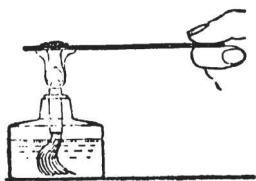

Рис. 7. Нагревание сахара на жестяной пластинке
3. Нагрейте кусочек ленты магния, держа щипцами или зажав в расщепленную лучинку, несколько крупинок сахара, муки, насыпав их на жестяную пластинку (рис. 7). Во всех случаях вы замечаете образование *новых веществ*.